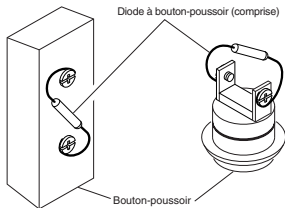

Figure 6
- Si le bouton-poussoir ne comporte pas de diode intégrée, branchez la diode fournie aux vis du bornier du bouton-poussoir, comme indiqué à la Figure 6.